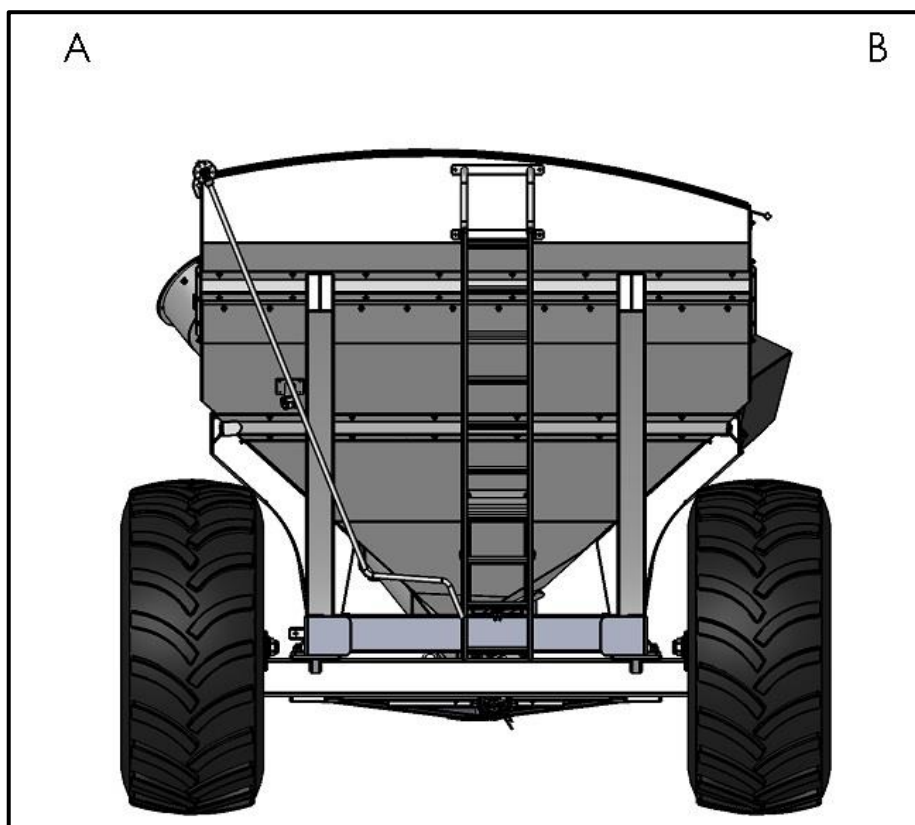

Fig. 3
Para esclarecer quaisquer dúvidas que possam surgir com relação aos componentes direitos (A) e esquerdos (B) do implemento, deve-se observar o implemento pela parte de trás (Fig. 3).